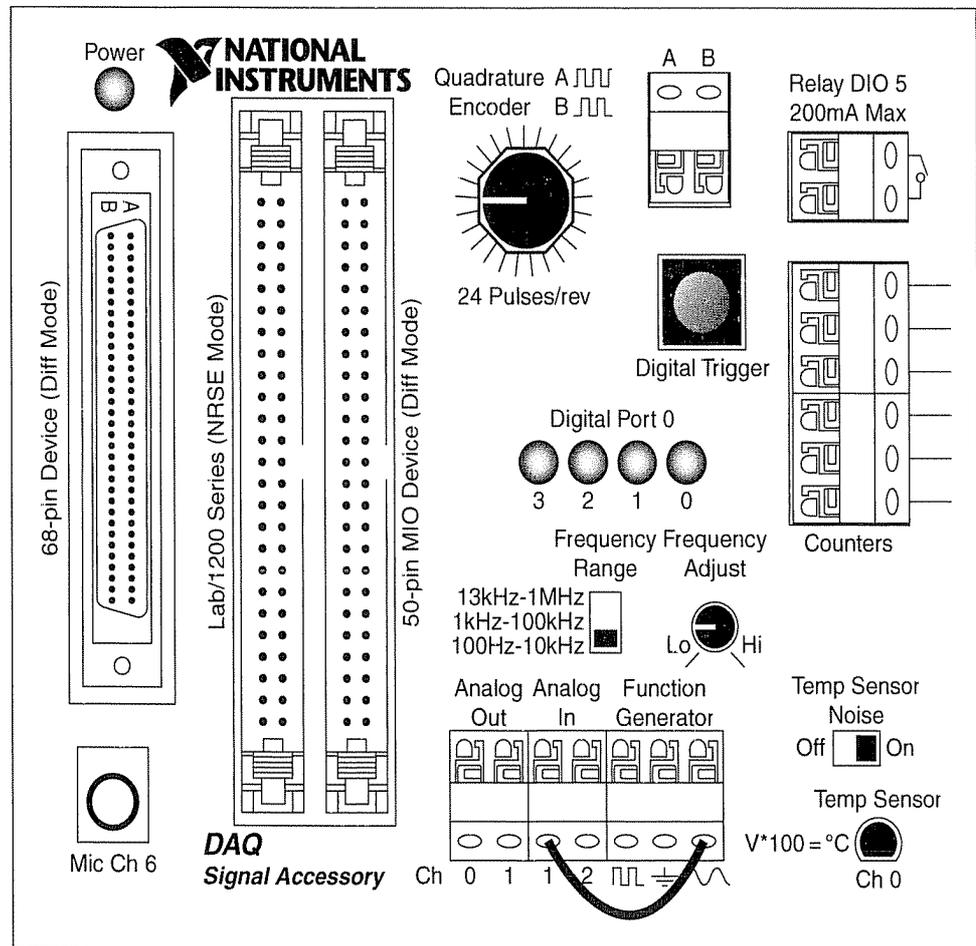

Figura 2-37. Conexión para el Accesorio de señales DAQ
- Con un cable, conecte el Analog In Channel 1 al Sine Function Generator, como se ve en la figura 2-37.